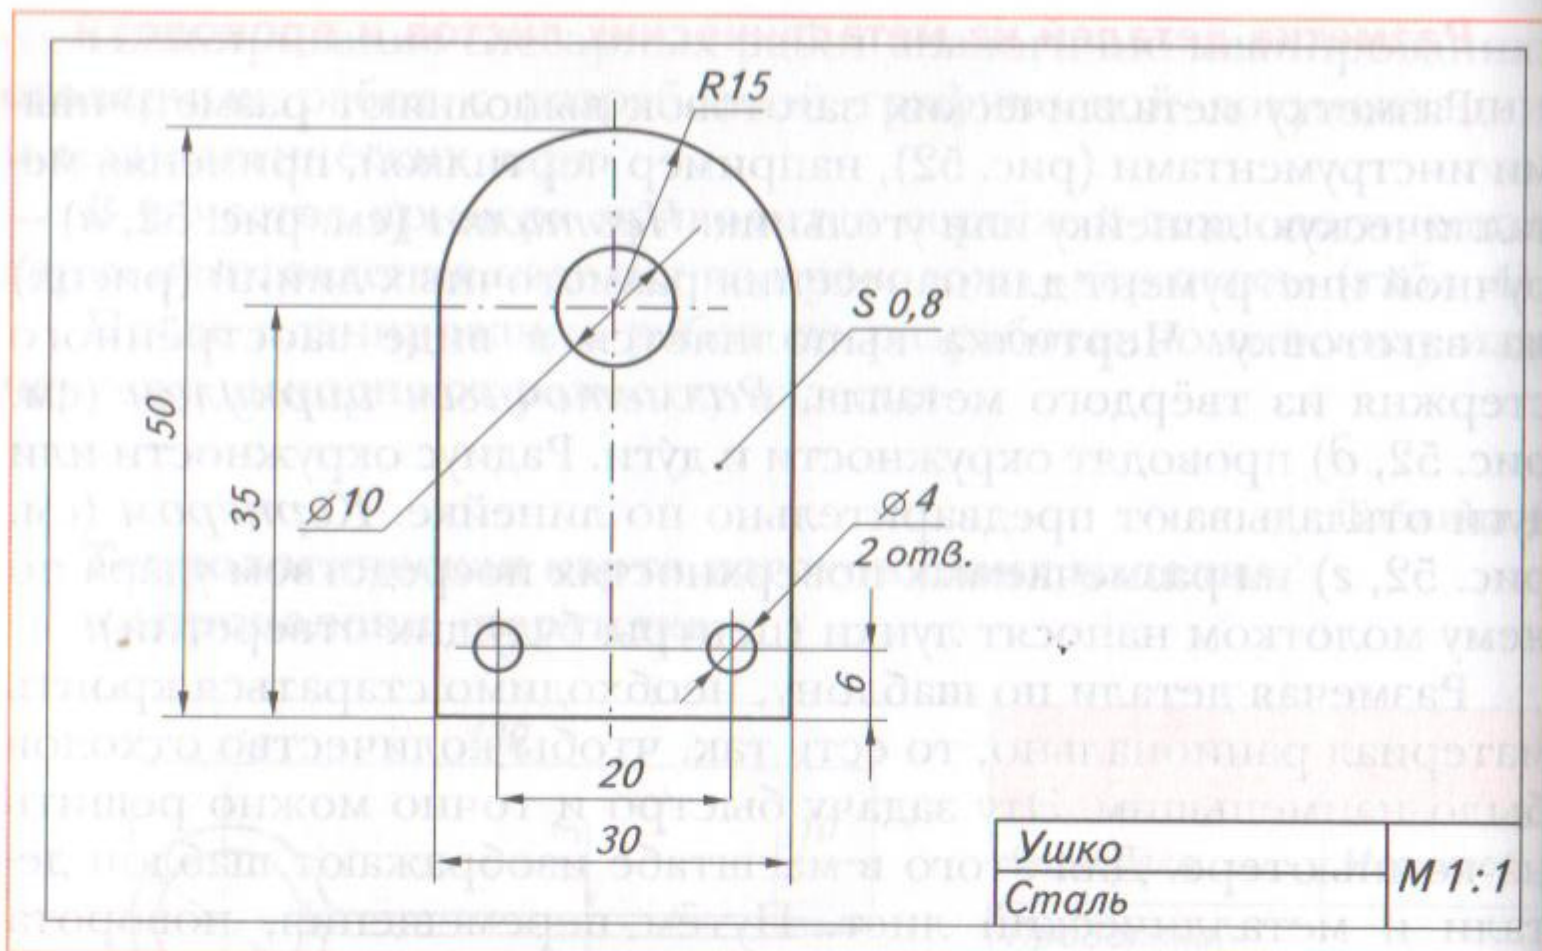

Рис. 53 Чертёж металлической детали «Ушко»
13. Составь графическое изображение превращения заготовки в деталь (см. рис. 12), маршрутную или технологическую карту на изготовление простейшей металлической детали изделия своего творческого проекта или изделия «ушко» (см. рис. 53).
Изготовь шаблон для разметки детали «ушко» (см. рис. 53) и разметь наибольшее число деталей из листа размером 180×200 мм. Сколько получается деталей? Эту задачу реши на компьютере с помощью программы Microsoft Office Word. Для этого по горизонтальным и вертикальным линейкам рабочей области программы вычерти заготовку размером 200×180 мм и деталь размером 50×30 мм. Копируя, поворачивая и перемещая детали по заготовке, разметь их наибольшее количество. Схему распечатай.